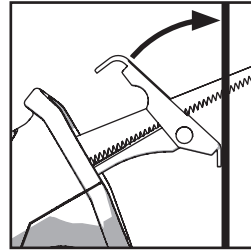

Fig. 7
- Tenir la machine selon un angle de la pièce avec le bord inférieur de la plaque de contact reposant fermement sur la pièce. **(Fig. 7).**